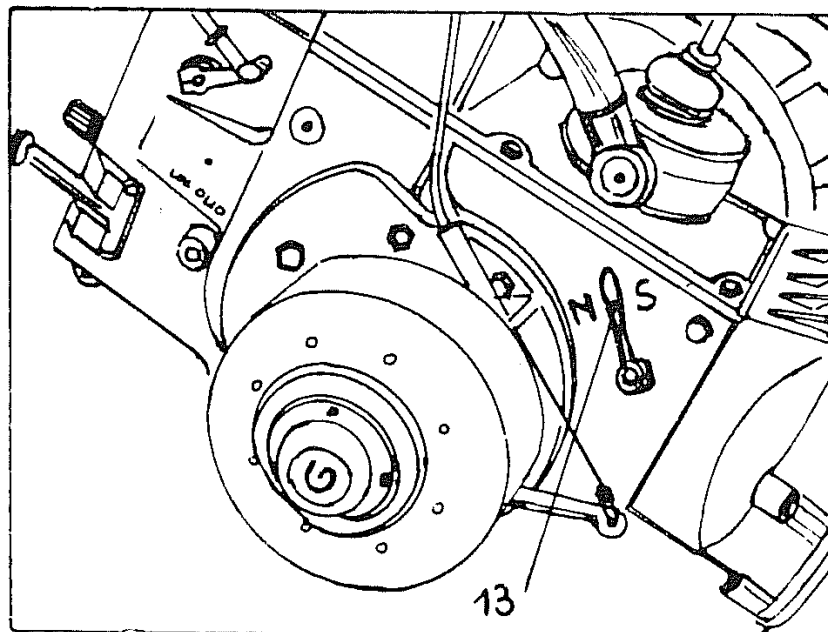

Fig. 5 - Innesto presa di forza sincronizzata
Il comando si effettua agendo sulla leva (13) posta lateralmente alla scatola del cambio (come indica la fig. 5).